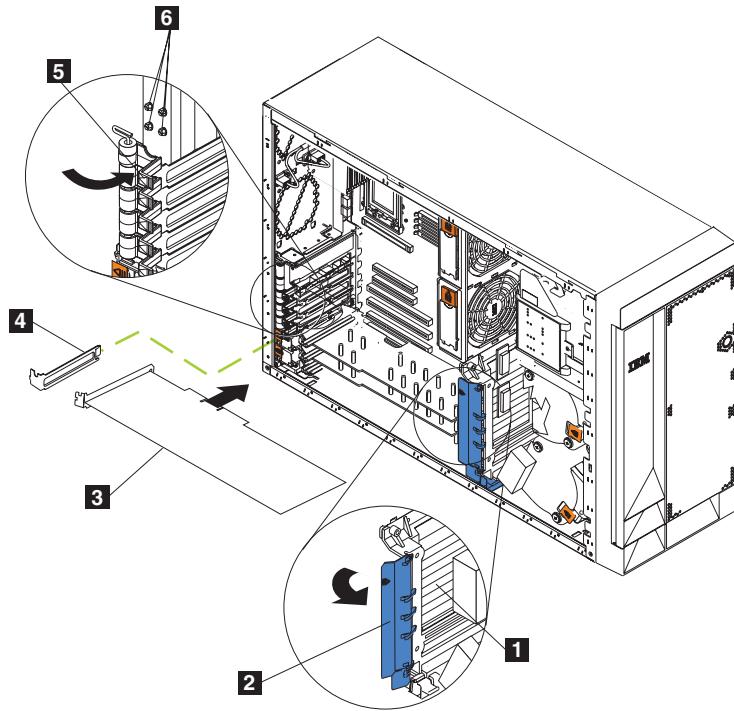
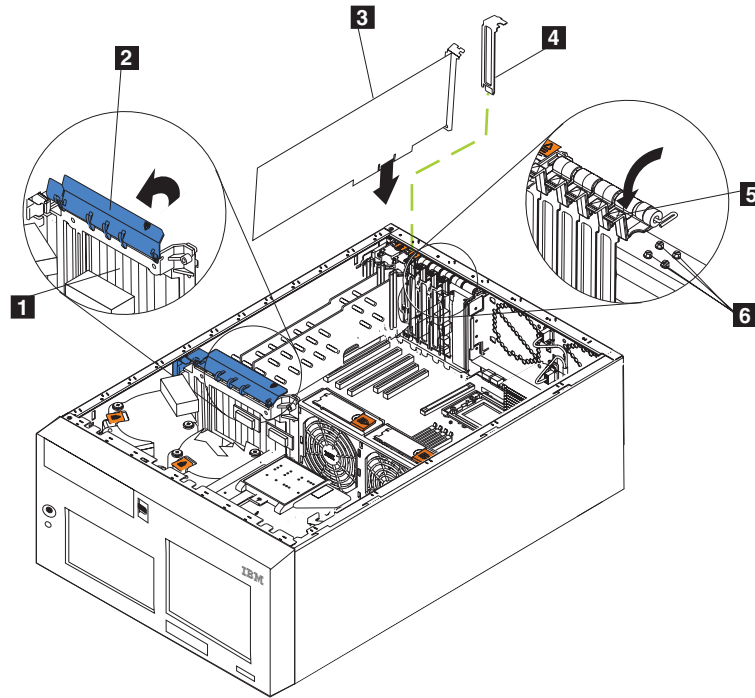
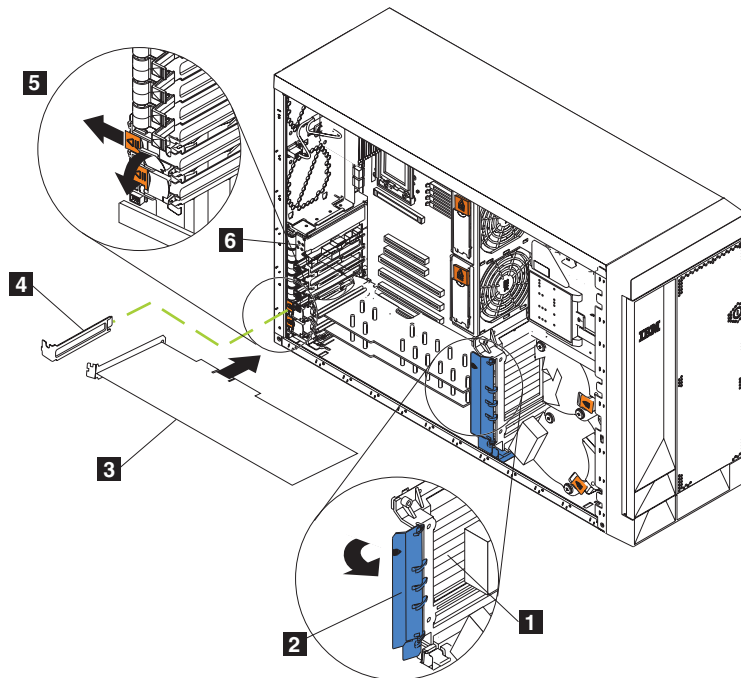
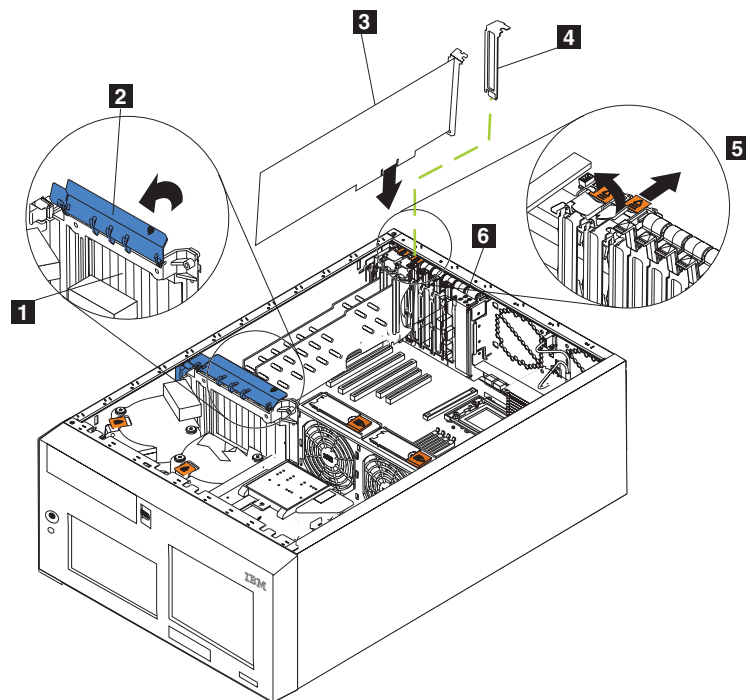

図 38. アダプターの取り付け (モデル 25T)
図 39. アダプターの取り付け (ラック・マウントへの移行機能付きモデル 25T)
図 40. アダプターの、スロット 5 または 6 への取り付け (モデル 25T)
図41. アダプターの、スロット 5 または 6 への取り付け (ラック・マウントへの移行機能付きモデル 25T)
5. アダプター支持ブラケット上部のアダプター保持クリップを持ち上げ、アダプター保持ラッチを各フルサイズ・アダプターから持ち上げ、フルサイズ・アダプターを取り外します。(アダプター保持クリップの位置については、50 ページの図 38 および 51 ページの図 39 を参照してください。)
50 ページの図 38 および 51 ページの図 39 は、PCI アダプターのインストール方法を示しています。
アダプターを PCI-X スロット 5 または 6 にインストールする場合は、オレンジ色のアダプター保持ラッチ・リリースをエンジンの背面方向にスライドさせ、黒色のアダプター保持ラッチをアンロック（開く）位置に持ち上げる間、そのまましておきます。図 40 および 53 ページの図 41 を参照してください
- d. アダプターをスロット 1 ~ 4 の中にスクリューで固定します。バックアップ拡張スロット・スクリューの 1 つ (スクリューの位置については、52 ページの図 40 および 51 ページの図 39 を参照) を、アダプター・ブラケットの上端部を通してねじ穴に挿入し、アダプターを固定します。